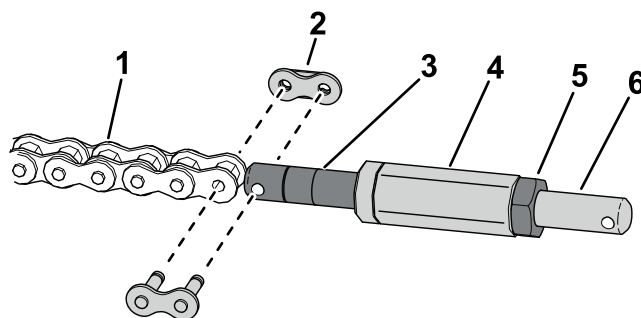

**Figura 2**
2. Utilizzate un perno e una vite a testa esagonale per fissare il fermo della ruota al gruppo guida (Figura 2)